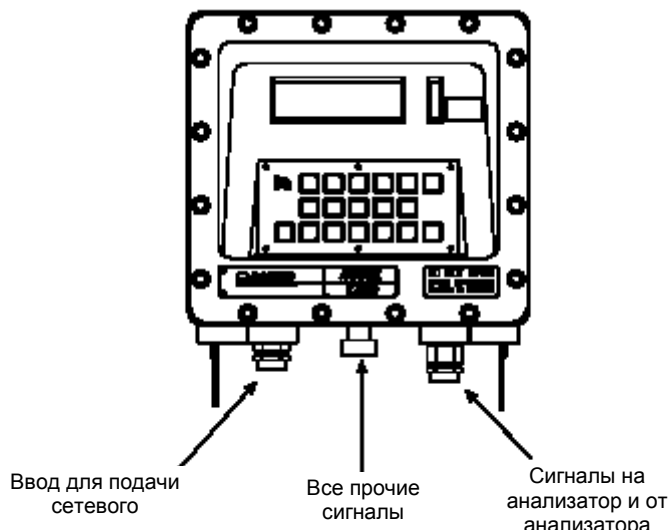

Рисунок 3-8. Отдельные кабельные входы для ввода/вывода кабелей от контроллера ГХ.
- (4) Найдите терминальную плату контроллера ГХ для подключения в полевых условиях (ТВ). Плата ТВ подсоединена к сборке корзины для плат контроллера ГХ, и обращена к передней панели кожуха контроллера. (Для контроллера, устанавливаемого в стойку, плата ТВ обращена к задней части кожуха контроллера).
- (5) Протяните соответствующим образом соединительный кабель анализатор-контроллер, особенно в случае использования взрывобезопасного кожуха контроллера (смотрите Рисунок 3-8).